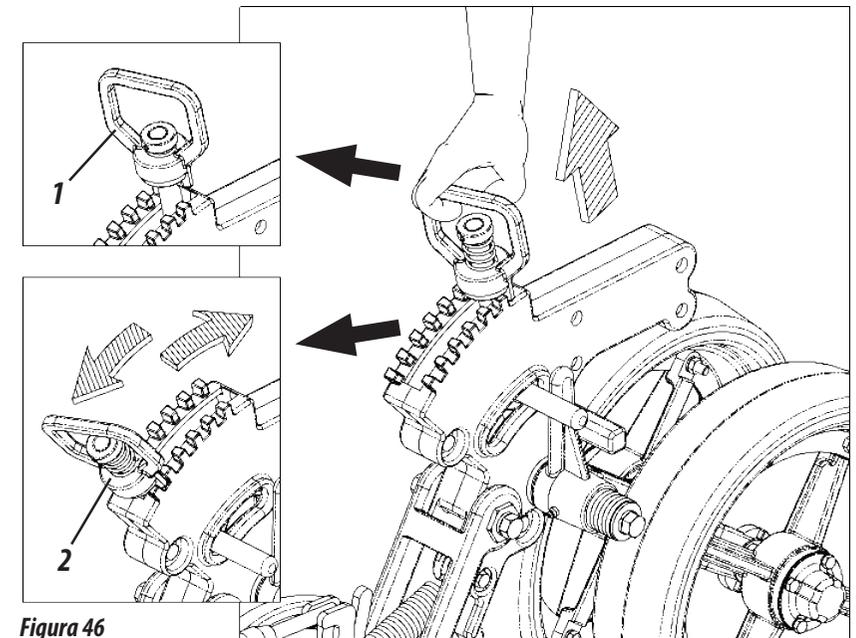

Figura 46
REGULAGEM DA RODA DE PROFUNDIDADE OSCILANTE (FIGURA 46)
- 1- Puxe a alça (1) para cima, desloque o regulador (2) até o ponto desejado, ajustando a roda de profundidade (3), depois abaixe a alça (1) travando o regulador (2), conforme mostra a figura 46.